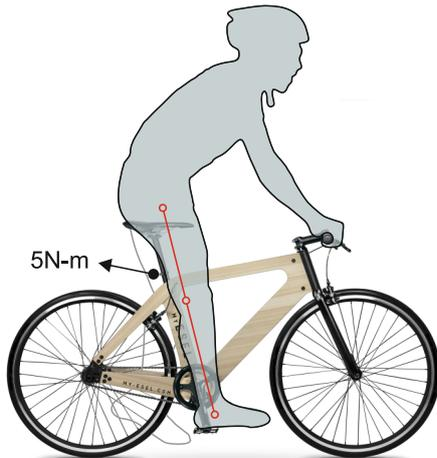

Abb.2
**TIPP:** Zum Ermitteln der richtigen Sattelhöhe setze dich auf den Sattel, drehe die Pedale mit der Kurbel auf die tiefste Position und stelle den Fuß mit der Ferse darauf (Abb.2). Hebe oder senke den Sattel mit der Sattelstütze bis in dieser Position der Fuß ausgestreckt ist. Beachte den Anzugsdrehmoment an der Sattelklemme zur Befestigung der Sattelstütze. Diese entnimmst du dem Kapitel ANZUGSDREHMOMENTE.